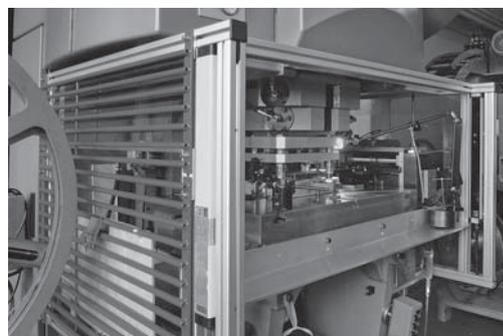

Fig. 3: Presse sécurisée au moyen de différentes mesures.
9. L'accès à la zone dangereuse de l'outil se fermant est-il empêché également **sur les côtés et à l'arrière** de la presse? (Fig. 3)
- barrage immatériel avec photocellules2 (fig. 3)
- protecteur fixe muni de vis solidaires à celui-ci (fig. 3)
13. Lorsque le **barrage immatériel** est en service, est-il impossible d'atteindre les zones dangereuses avec les doigts en passant par-dessous, par-dessus ou à côté des faisceaux? (Fig. 3)  oui